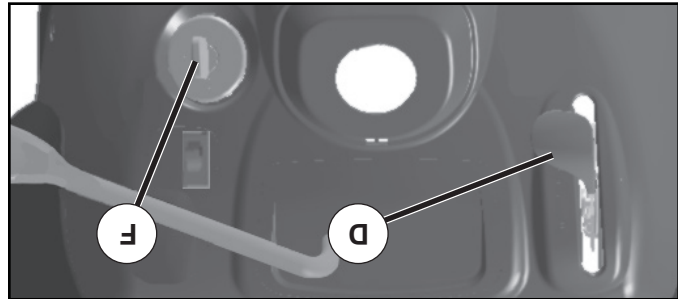

Fig. 8
- Mueva la palanca de control de movimiento (J) a la posición de neutro.
- Mueva el control de la aceleración (D) a la posición de lento.
- Gire la llave de ignición (F) a la posición de apagado "STOP" y remueva la llave al abandonar el tractor para evitar el uso no autorizado.
### PARA USAR EL CONTROL DE LA ACELERACIÓN (D) (Vea Fig. 8)